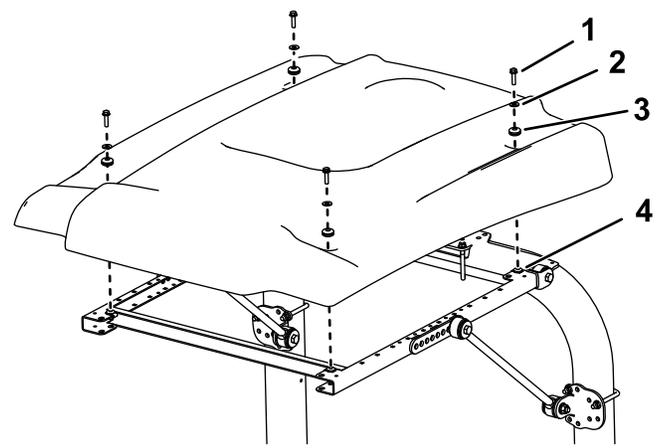

Figure 19
14. Lors de l'alignement des trous de fixation, positionnez le pare-soleil sur le cadre comme montré à la Figure 19.
15. Fixez légèrement chaque coin du pare-soleil au cadre avec un boulon à embase (5/16" x 1 1/4"), une petite rondelle et une bague (Figure 19).